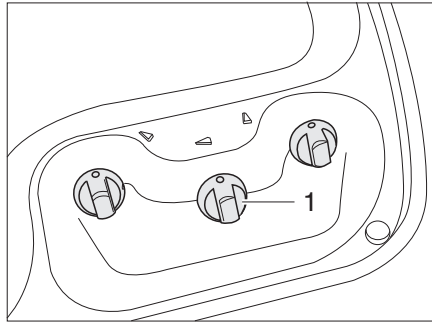
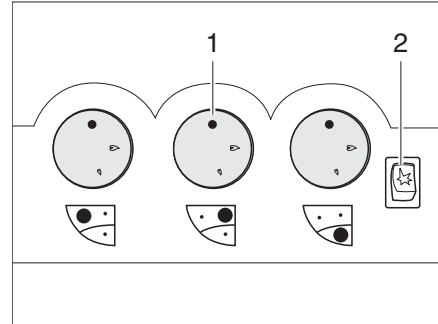

Bild 222 Bedienelemente für Gaskocher (Variante 1)
Bild 223 Bedienelemente für Gaskocher (Variante 2)
- Drehregler (Bild 222,1 oder Bild 223,1) der gewünschten Brennstelle auf Zündposition (große Flamme) drehen.
- Wenn eine Zündtaste (Bild 223,2) vorhanden ist: Funke durch Drücken der Zündtaste erzeugen.